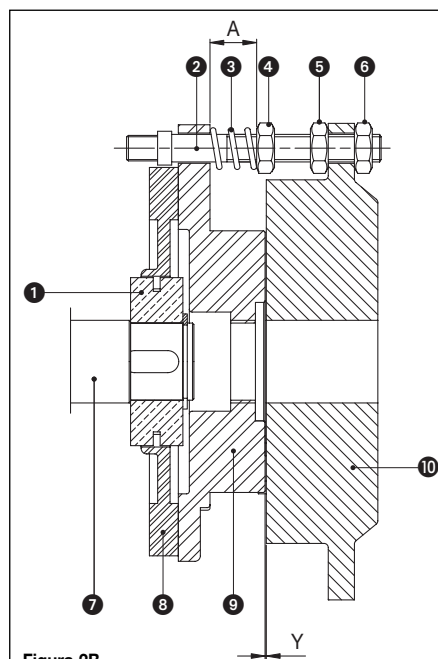

Figura 2B
2.2 Soluzione costruttiva del freno per motori grandezza 71÷160 (figura 2B)
Per i motori di grandezza 71÷160 (figura 2B) la regolazione della coppia frenante si effettua modificando la distanza A mediante i dadi ④. Ruotandoli in senso antiorario la coppia frenante diminuisce.
Il traferro Y (figura 2B e 2C) è la distanza fra i piani dell'elettromagnete e dell'ancora mobile a freno non alimentato (motore frenato).